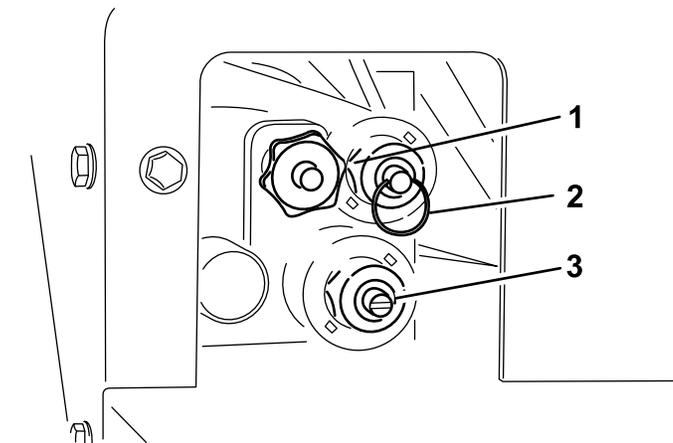

Figura 25
El mando de control manual está en el lado del conductor del sistema hidráulico (Figura 25).
- Para ajustar la velocidad del Suelo (Figura 25), gire el pomo en el sentido de las agujas del reloj. Se utiliza la máxima velocidad del Suelo en el sistema operativo codificado por colores, de manera que este ajuste puede realizarse sin tener ningún caudal hidráulico. Esto es de especial importancia cuando la tolva está llena de arena.
- Para elevar la tolva (Figura 25), presione el anillo del husillo de la válvula.
- Para bajar la tolva (Figura 25), tire del anillo del husillo de la válvula.
- Para ajustar la velocidad del rotor (Figura 25), utilice un destornillador de punta plana, girando en el sentido de las agujas del reloj para aumentar la velocidad o en el sentido contrario de las agujas del reloj para reducirla.